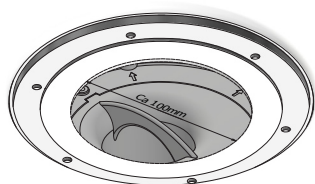

Fig. 7a
7. Monter deretter klemringen på plass igjen (vinylbelegg varmes slik at det blir mykt før klemring monteres. Skjær et rundt hull i midten av klemringen for enklere å plassere skruer i riktig). Pass på at o-ringen sitter riktig i sporet sitt. Skruer hullene er markert med piler på sluket. (Fig. 7a og 7b)